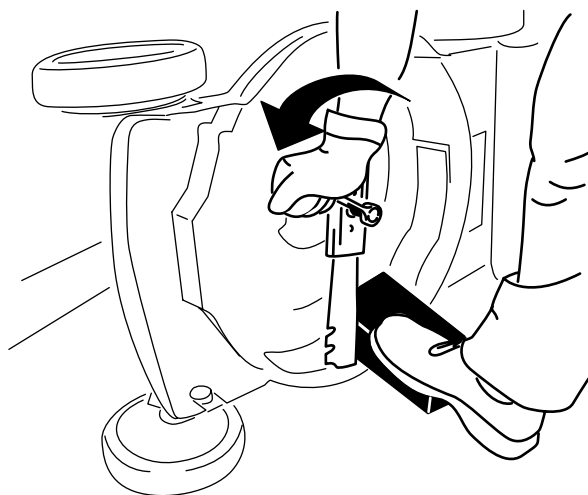

Bild 28
3. Stabilisieren Sie das Messer mit einem Holzblock (Bild 28).
4. Nehmen Sie das Messer ab und bewahren Sie alle Befestigungsschrauben auf (Bild 28).